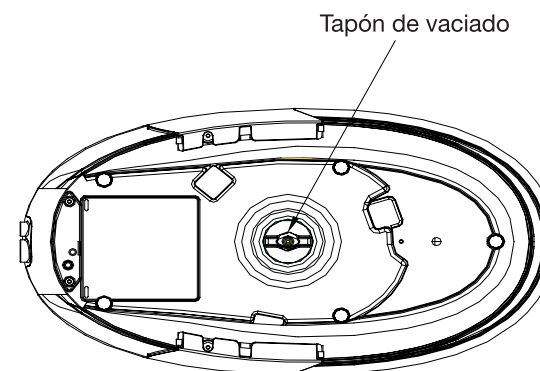

FIGURA 6
3. Dele la vuelta a la caldera y desenrosque el tapón de vaciado (figura 6), después, vacíe el agua de la caldera.